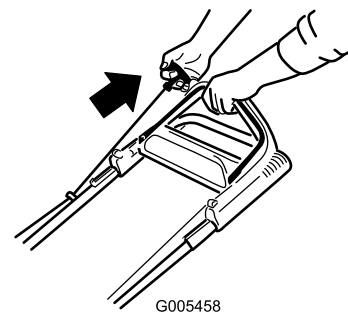
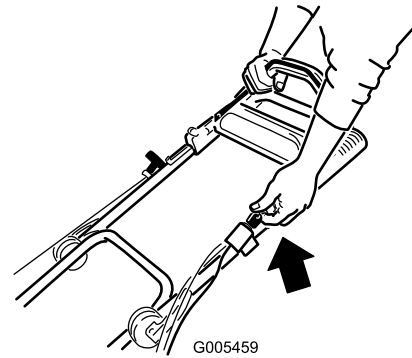

Figura 14
Figura 15
3. Tire del arrancador de retroceso (Figura 14) o gire la llave de contacto según se muestra en Figura 15 (modelo 20638 solamente).